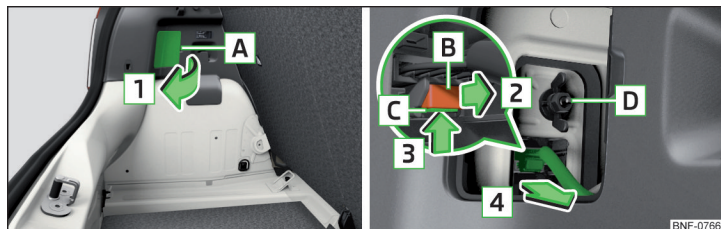

Fig. 147 Afmontering af lygte / Sådan trækkes stikket af.
- Klap afdækningen op i pilens retning 1 » Fig. 147 i området A.
- Skru kunststofmøtrikken D » Fig. 147 på, og spænd den fast.